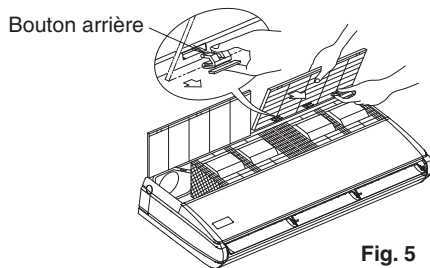

Fig. 5
- Tout en gardant la grille d'aspiration ouverte, tenez le bouton à l'arrière de la grille d'aspiration et, en même temps, tirez la grille d'aspiration vers l'avant pour la retirer. **(Reportez-vous à la Fig. 5)**